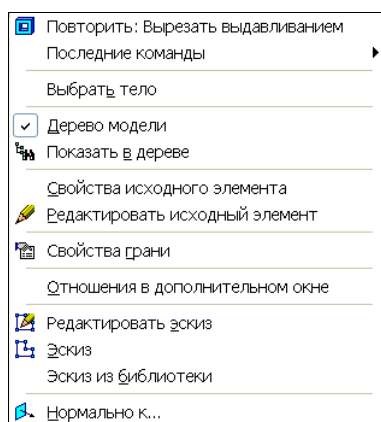

Рис. 19.4. Контекстное меню грани
- ◆ щелкните ПК и вызовите контекстное меню (рис. 19.4);